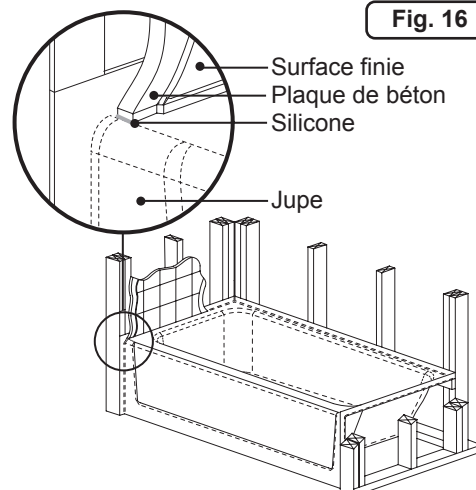

Fig. 16
- Lorsque des planches d'appui dans un matériau n'étant pas à base de ciment sont utilisées, des fourrures de l'épaisseur des brides de clouage sont recommandées pour une installation sur les goujons au-dessus de l'unité installée afin de s'assurer que les murs seront bien ajustés. Un agent d'étanchéité 100 % silicone avec des propriétés de résistance aux moisissures doit être appliqué entre la planche d'appui et la surface horizontale de l'unité (Figure 16). Les matériaux du mur fini peuvent ensuite être appliqués.
- Calfeutrez autour du périmètre de la baignoire pour sceller l'espace entre le rebord et le support fini (Figure 16).